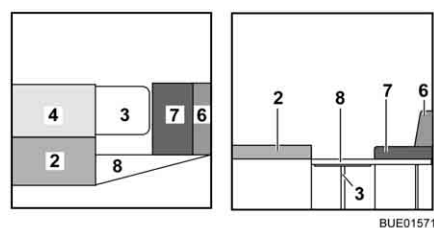

Fig. 154 Pendant la transformation
- Placer le coussin de dossier (Fig. 154,4) à côté du coussin d'assise (Fig. 154,2).
- Relever l'appui de la rallonge latérale de lit (Fig. 154,8) et accrocher cette dernière dans les réceptions des coffres de banquettes.